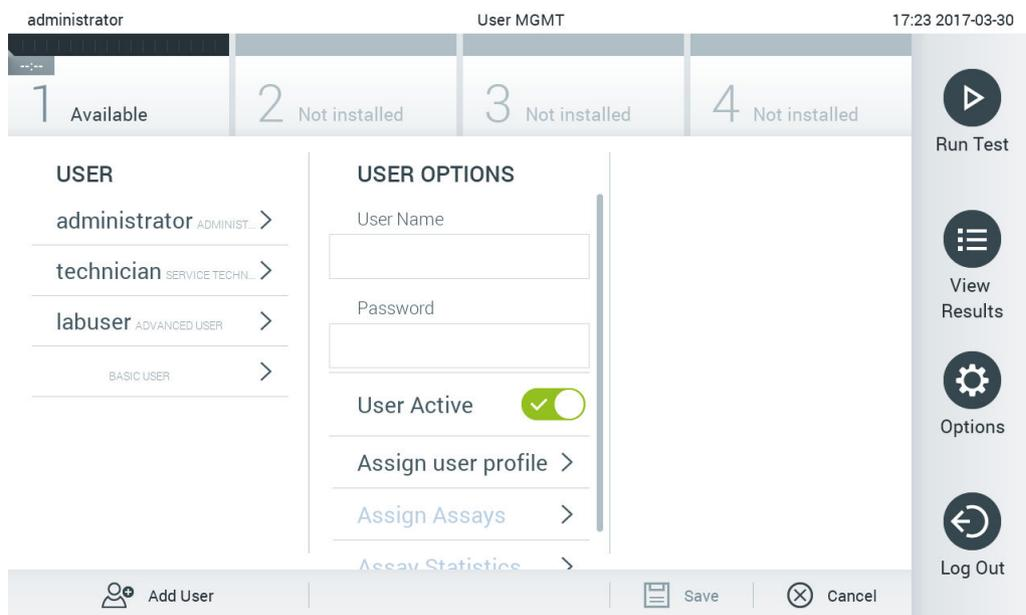

図 57.新規ユーザーを追加。
1. **Options** (オプション) ボタン、次に **User Management** (ユーザー管理) ボタンを押して、ユーザーを設定します。**User Management** (ユーザー管理) 画面がディスプレイのコンテンツエリアに表示されます (図 57)。